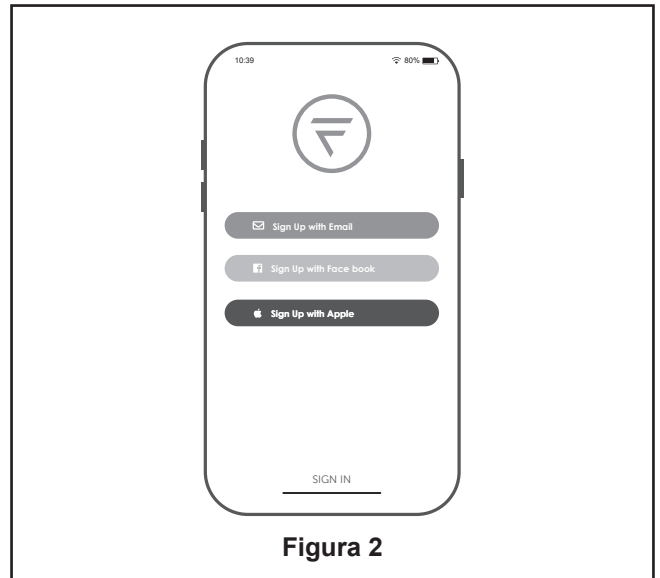

Figura 2
2. Coloque y ajuste firmemente la cubierta para el tornillo de la base sobre los tornillos de reborde de la abrazadera para colgar mediante el mecanismo de seguro por giro del chavetero. (Figura 2)
2. Coloque la cubierta embellecida en la parte inferior de la placa de las palas. (Figura 2)
- 2. Restaure la fuente de alimentación de la toma de corriente enciendo la electricidad del fusible principal. (Figura 2)
2. Cree su cuenta utilizando una de las tres opciones enumeradas. (Figura 2)